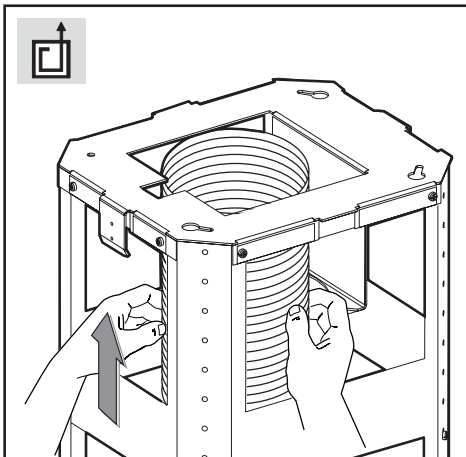

Fig.8
• **Udsugende version:** fastgør det bøjelige rør til den åbning, som er lavet til udledning af luft (Fig.8).